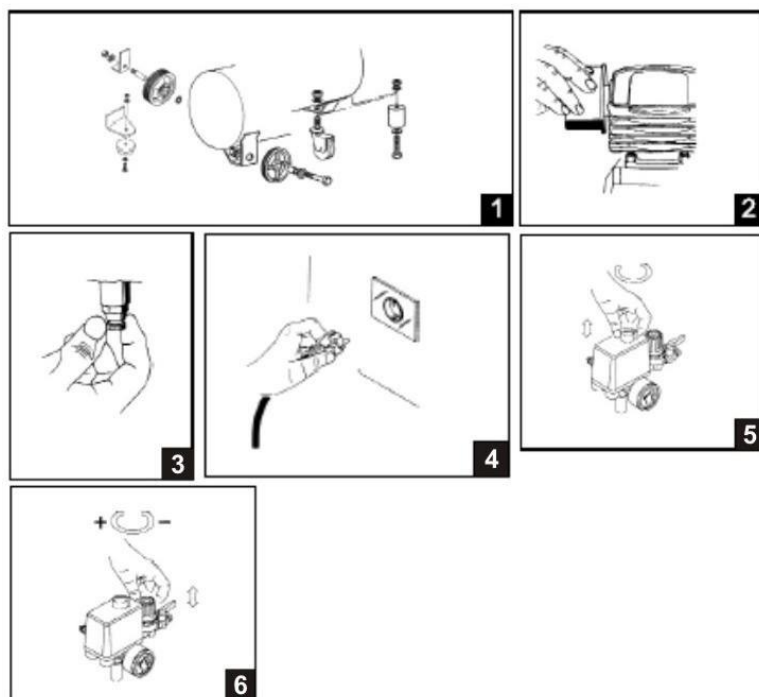

Рис.3. Порядок инсталляции компрессора
Установите на ресивер амортизаторы и колеса (если они предусмотрены моделью). Рисунок 3 (1). При выборе места установки необходимо предусмотреть свободный доступ к выключателю и крану подачи воздуха потребителю.
Разблокируйте ручку регулятора давления, подняв ее вверх рисунок 3 (б).
Отрегулировать давление на выходе можно с помощью редуктора, установленного на компрессор, контролировать выходное давление можно с помощью соответствующего манометра, установленного на выходе из компрессора. (см. Рис.3)